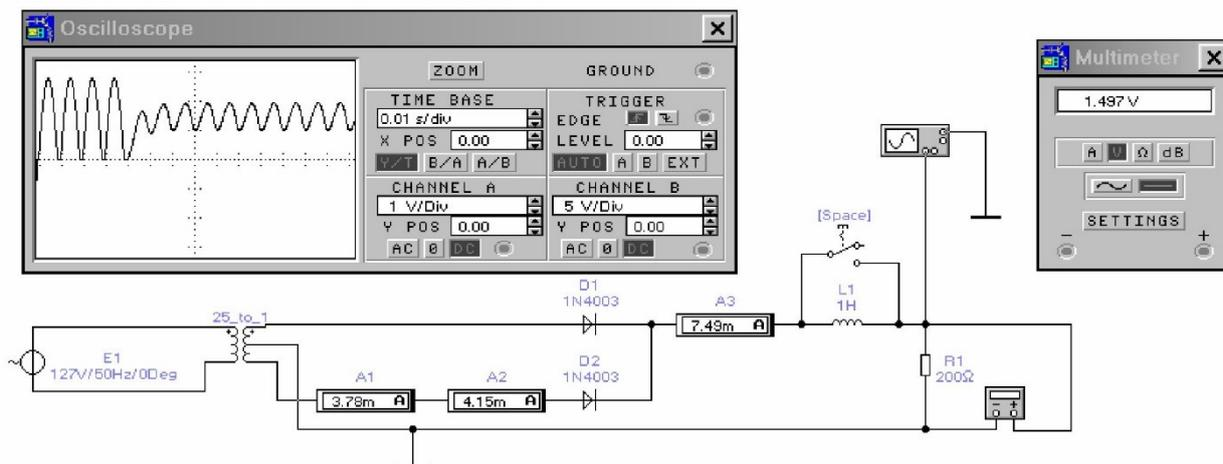

Рис. 6. Двухполупериодный выпрямитель с отводом от средней точки
1. Соберите на рабочем поле схему, показанную на рис. 6.